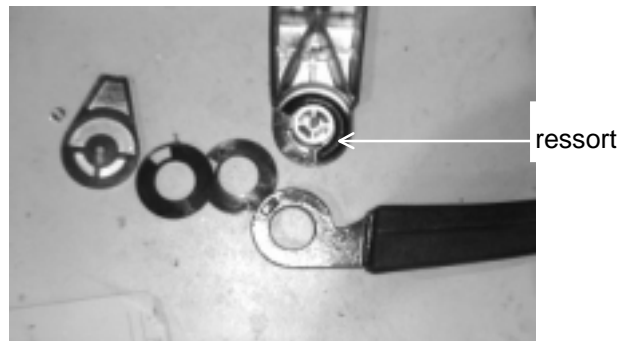

FIGURE 3: ENLÈVEMENT ESPACEURS/BRAS 18217
3. Enlever les espaceurs en plastique (2) et le bras (Fig. 3).